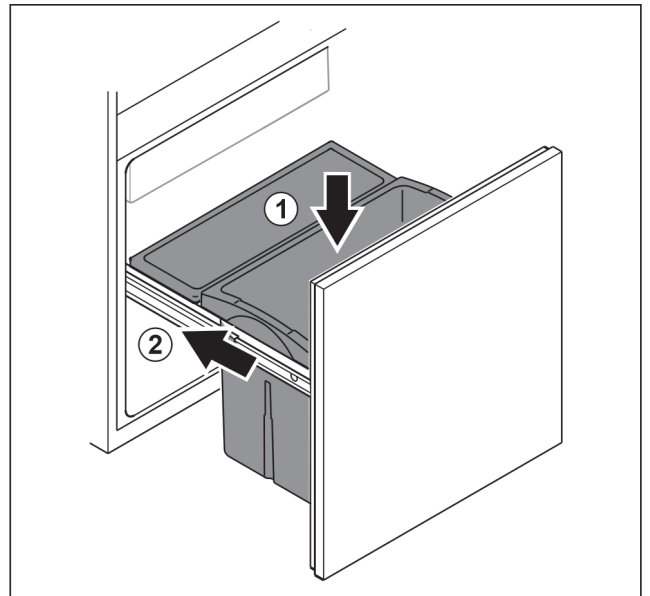

Fig. 99
- ▶ Introduceți sertarul de sus. Fig. 99 (1)
- ▶ Inserați căruciorul de extragere. Fig. 99 (2)